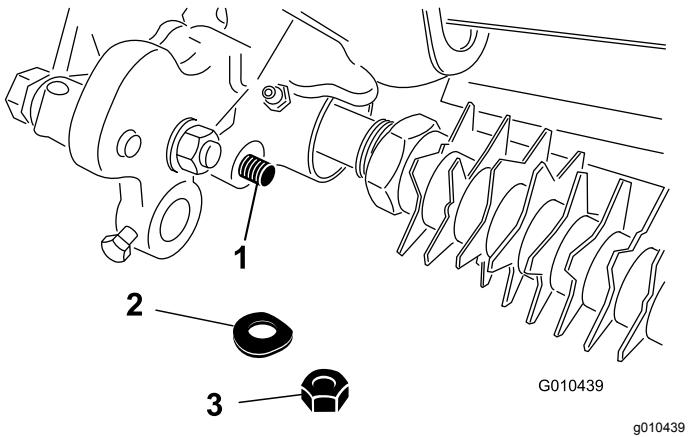

Figura 28
3. Retire la contratuerca y la arandela Belleville que sujetan el extremo de la varilla del brazo de ajuste de la altura de corte al conjunto de transmisión del groomer (Figura 28).